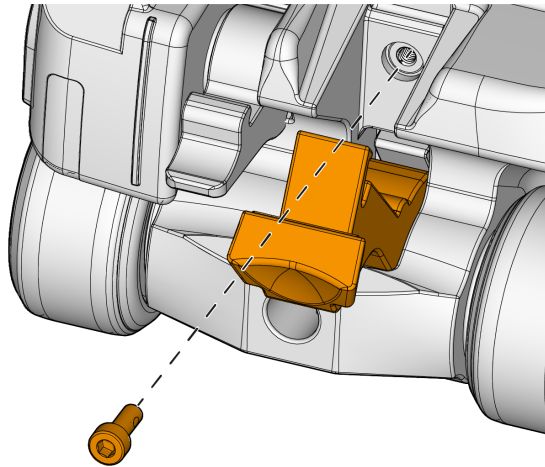

Abbildung 5-11 Sensorhalterungsschraube des Verriegelungsvorrichtung
2. Entfernen Sie die Halteschraube und legen Sie sie für die erneute Installation beiseite (siehe Abbildung 5-11 auf Seite 87).